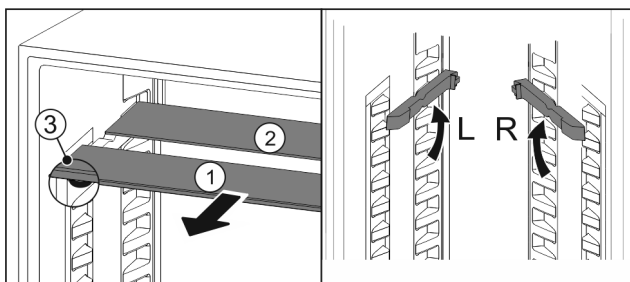

Fig. 110
- Skleněné desky jednotlivě vytáhněte dopředu Fig. 110 (1).
- ▷ Skleněná deska Fig. 110 (1) s ozdobnou lištou leží vpředu.
- ▷ Zarážky Fig. 110 (3) směřují dolů.